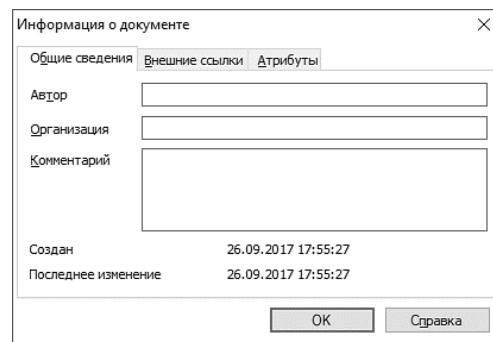

Рис. 16. Информация о документе
1.6 В окне **Информация о документе** нажмите кнопку **ОК** – документ будет записан на диск (рис. 16).